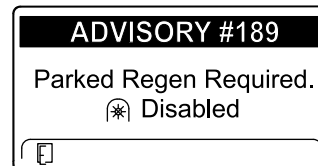

Figura 42
- Se não efetuar uma regeneração em estacionamento dentro de 2 horas, o InfoCenter indica que é necessária uma regeneração em estacionamento – tomada de força desativada AVISO N.º 189 (Figura 42).